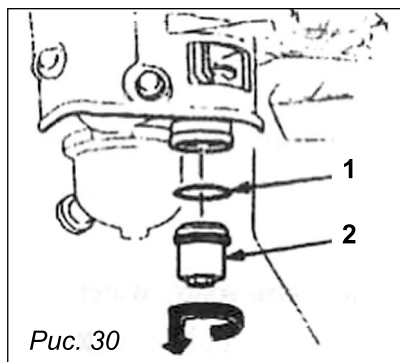

Рис. 30
Переместите топливный кран в положение «Закрыто» (OFF), открутите гайку топливного фильтра и уплотнительное кольцо. Промойте детали в растворителе, тщательно прочистите их и снова установите на прежние места. Переместите топливный кран в положение «Открыто» (ON) и убедитесь, чтобы не было утечек (рис. 30).